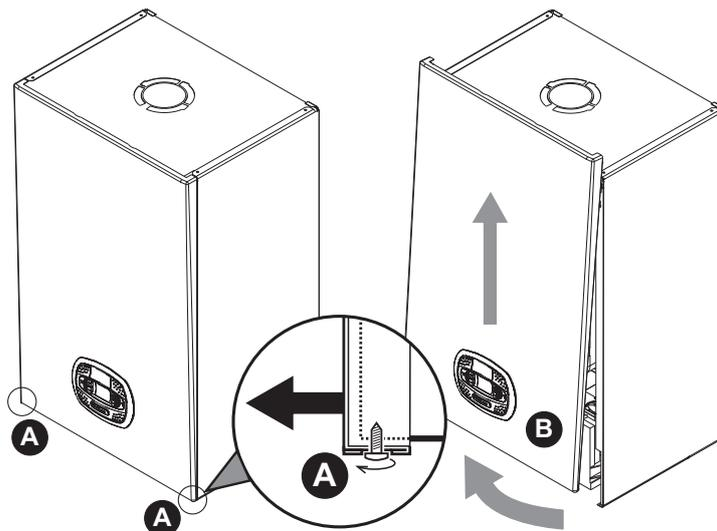

fig. 34- Ouverture du panneau avant
1. Dévisser partiellement les vis **A** (voir fig. 34).